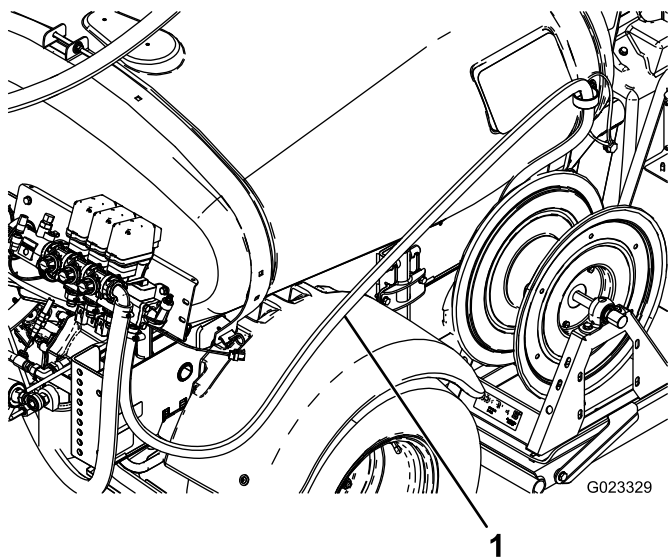

Figura 12
6. Enrute la manguera de suministro del carrete de la manguera según se muestra en Figura 12, y sujétela al carrete de la manguera con una abrazadera.